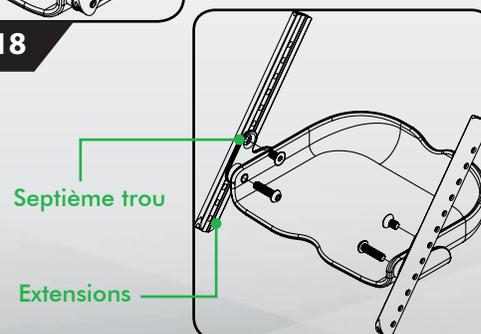

Figure 19
2. Installez les extensions plus longues comme décrit à la figure 19. Pour une longueur plus longue que ce qui était possible avec les extensions plus courtes, installez les boulons à tête plate au septième trou à partir du haut de l'extension.